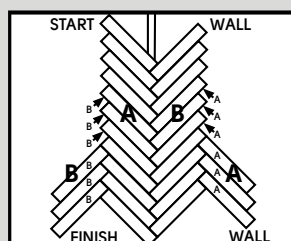

Figure. 7
8. Commencez par le « mur de fin » et faites glisser le joint final d'une lame « B » dans le côté d'une lame « A ». Faites glisser la lame « B » dans l'extrémité de la lame « A » à un angle léger jusqu'à ce qu'elle soit bien serrée (Figure 7). Remarque : en cas de décalage par rapport à la ligne centrale, il est possible de recaler le produit sur le sol en avant ou en arrière (Figure 7).